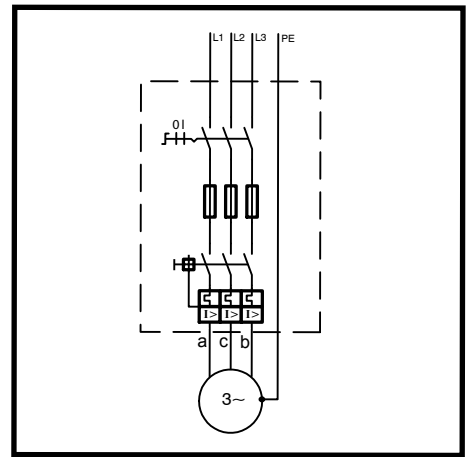

Fig.: 15
1. Raccordement triphasé, voir (Fig. 15). Raccorder le moteur de telle sorte que le sens de rotation corresponde à celui du groupe. Le schéma montre le couplage habituel avec un champ à droite et un sens de rotation inverse au sens horaire.